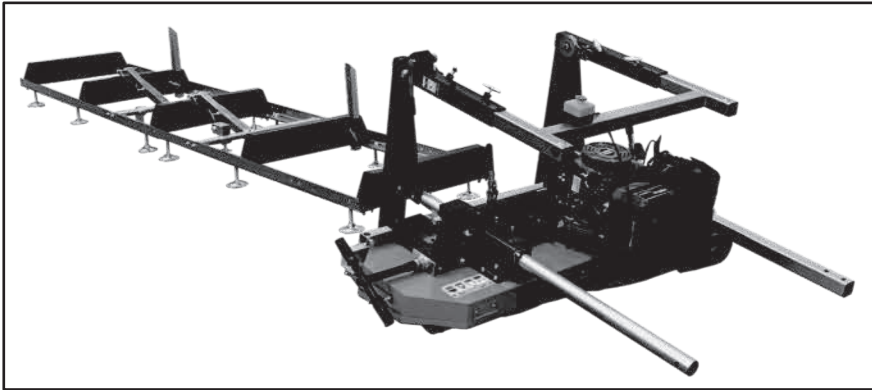
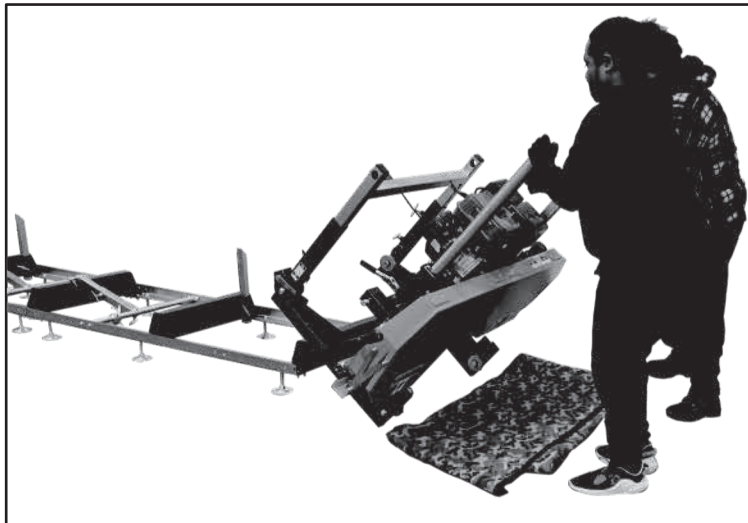
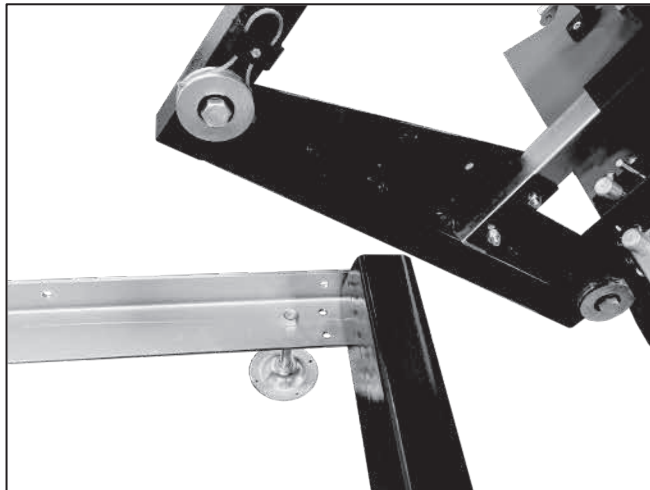

Fig. 37
Fig. 38
Fig. 39
Étape 17 : Placer le chariot sur le rail. Déplacez le chariot avec la tête de la scierie à l'extrémité du rail comme indiqué (fig. 37), avec le tube de support carré du même côté que les butées de grume longues. Avec deux personnes utilisant chaque tube de support de chariot comme levier (Fig. 38), soulevez la tête de la scierie et placez doucement les roues de chariot arrière sur le rail (fig. 39).